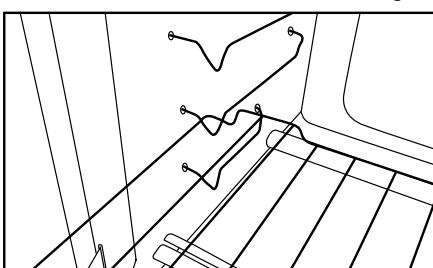

Fig. 3
3. Una vez pasado el PUNTO A, baje la parte delantera y siga deslizándola hacia el fondo del horno (fig. 3 y 4).